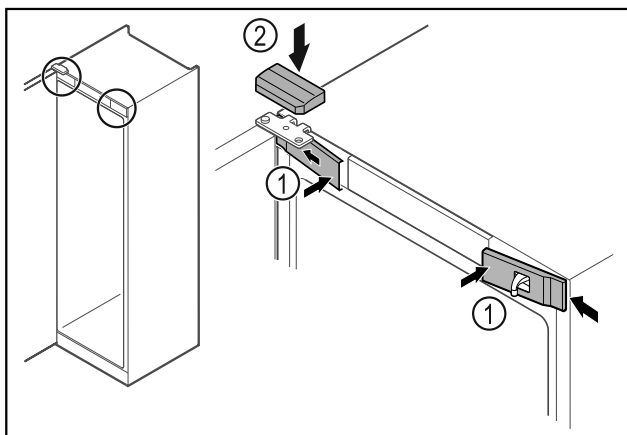

Fig. 52
- ▶ Skyv de fremre dekslene Fig. 52 (1) inn på siden, og smekk dem på plass.
- ▶ Smekk det øvre dekselet Fig. 52 (2) på plass ovenfra.